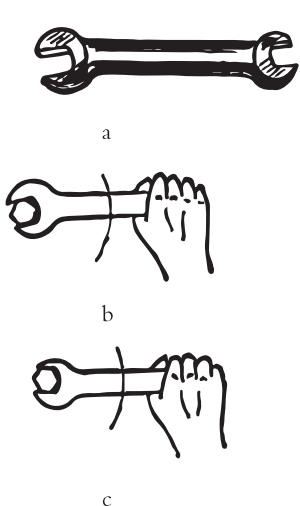

图2-1 双头扳手及其使用
(1) 双头扳手：用来紧固四方、六方螺母或螺栓。常用的双头扳手两端钳口的规格尺寸有5×7毫米、8×10毫米、9×11毫米、12×14毫米、14×17毫米、17×19毫米、19×22毫米、28×24毫米、24×27毫米、27×30毫米、30×32毫米等。使用时，按螺母的对边间距尺寸选择相适应的扳手。紧固螺母时，手握搬手一端，使扳手另一端的钳口全部伸入螺母的对边，扳手体与螺母的端面基本处于平行，用力朝着副钳口的方向将螺母旋紧（见图2-1）。